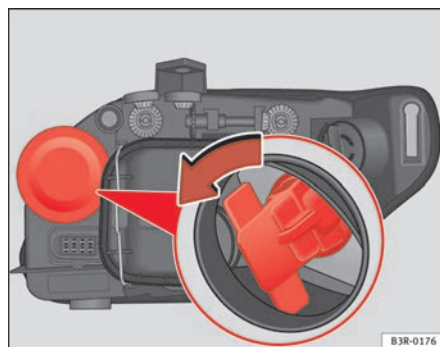

Fig. 215 Lampada luce indicatore di direzione
- Estrarre il portalampada in senso antiorario afferrandolo per l'impugnatura ⇒ fig. 215.